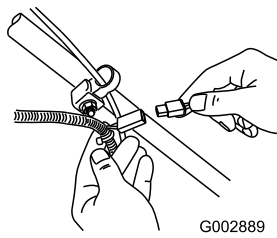

Figura 23
1. Conecte el cargador al arnés de cables del cortacésped, situado debajo de la llave de contacto (Figura 23).